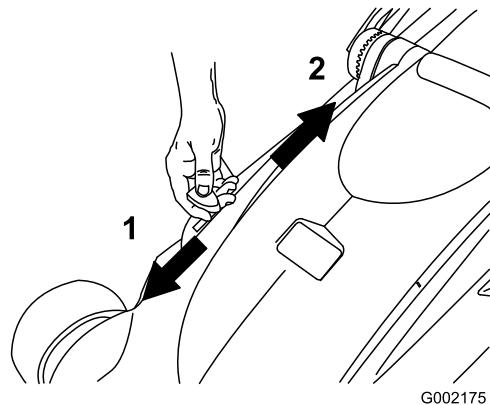

Рисунок 21
- Переведите рычаг выброса и сбора в мешок в положение сбора (Рисунок 21).
Примечание: Для перехода со сбора в мешок на выброс переведите рычаг выброса и сбора в мешок в режим выброса (Рисунок 21) и снимите сборник скошенной травы.